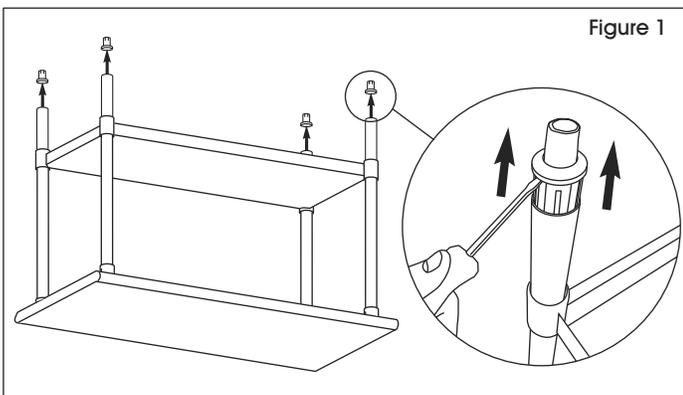

Figure 1
1. Retournez la table sur une surface lisse non marquante. Retirez les pattes réglables des pieds tubulaires à l'aide d'un tournevis à tête plate. (Voir Figure 1)